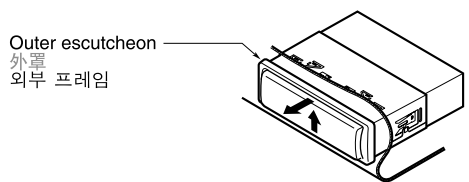

Figure 10 / 图 10 / 그림 10
- Press the outer escutcheon upward and remove it. (Figure 10)
- 向上按压外罩将其取下。(图10)